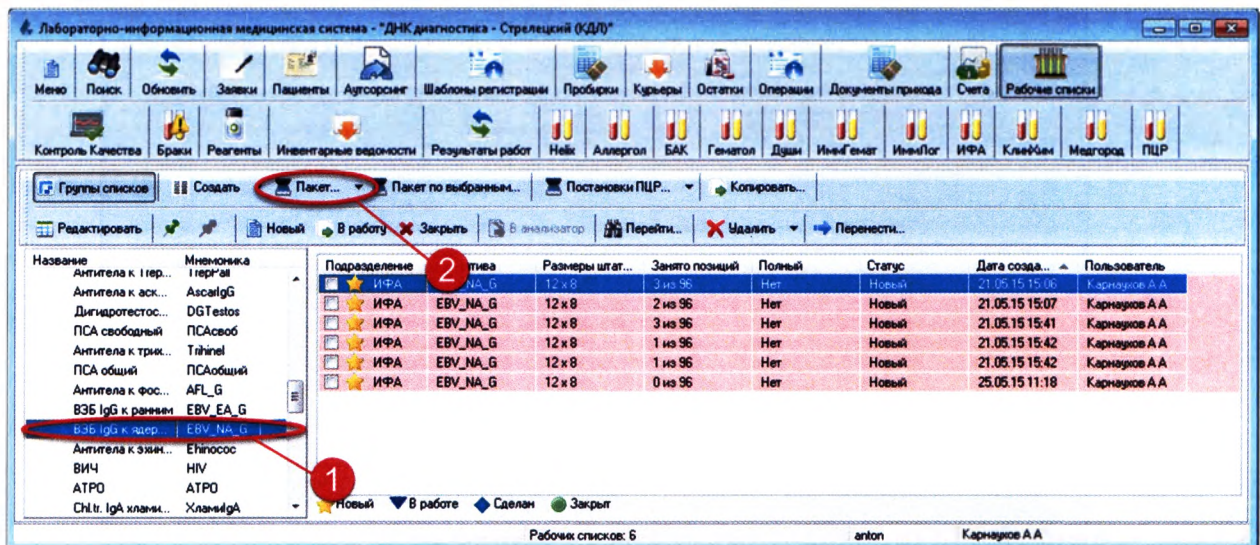

Рисунок 6.12
1. Выберите тип рабочего списка и нажмите кнопку «Пакет» (Рисунок 6.12):